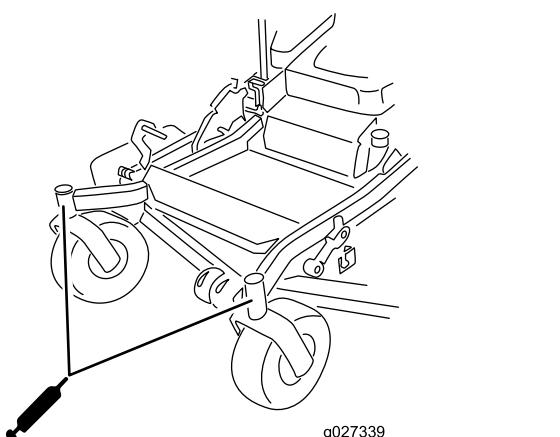

Figure 42
11. Graissez les roulements des roues pivotantes (Figure 42).